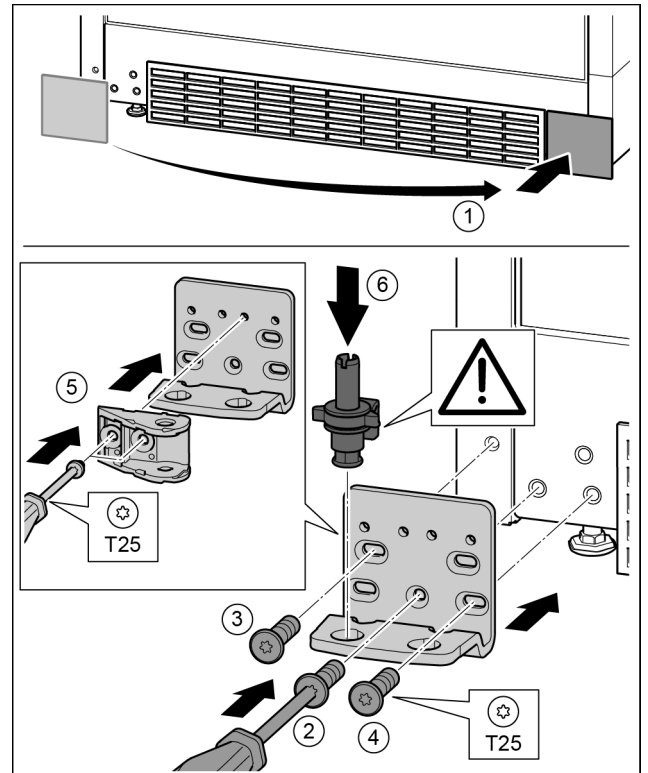

Fig. 32
- ▶ Afdekking eraf halen en op de andere kant aanbrengen. Fig. 32 (1)
- ▶ Lagerbus op de andere kant aanbrengen en met behulp van een schroevendraaier T25 vastschroeven. Met schroef 2 onder in het midden beginnen. Fig. 32 (2)
- ▶ Schroef 3 en 4 vastschroeven. Fig. 32 (3, 4)
- ▶ Sluitdempverbinding 180° draaien. Aan de andere kant van de lagerbus met schroevendraaier T25 vastschroeven. Fig. 32 (5) \*
- ▶ Lagerbout volledig aanbrengen. Let op dat de vergrendel nok naar achter wijst. Fig. 32 (6)